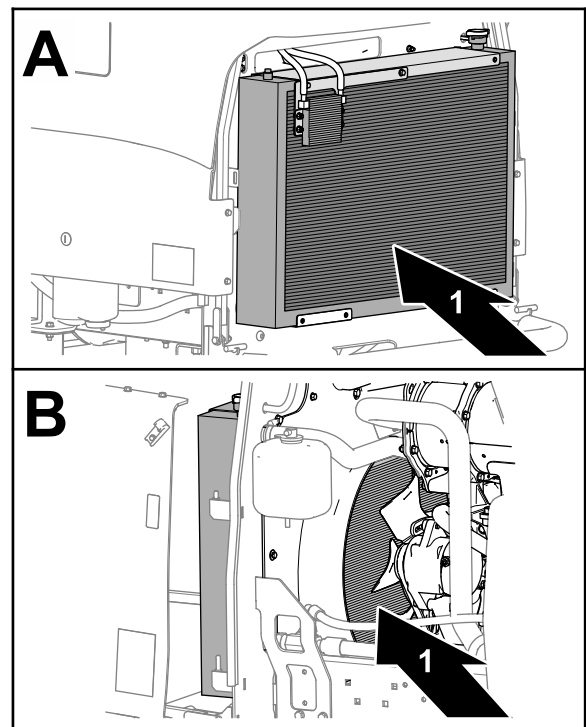

Figura 68
- Pulite accuratamente entrambi i lati del radiatore e del refrigeratore dell'olio utilizzando aria compressa (Figura 68).